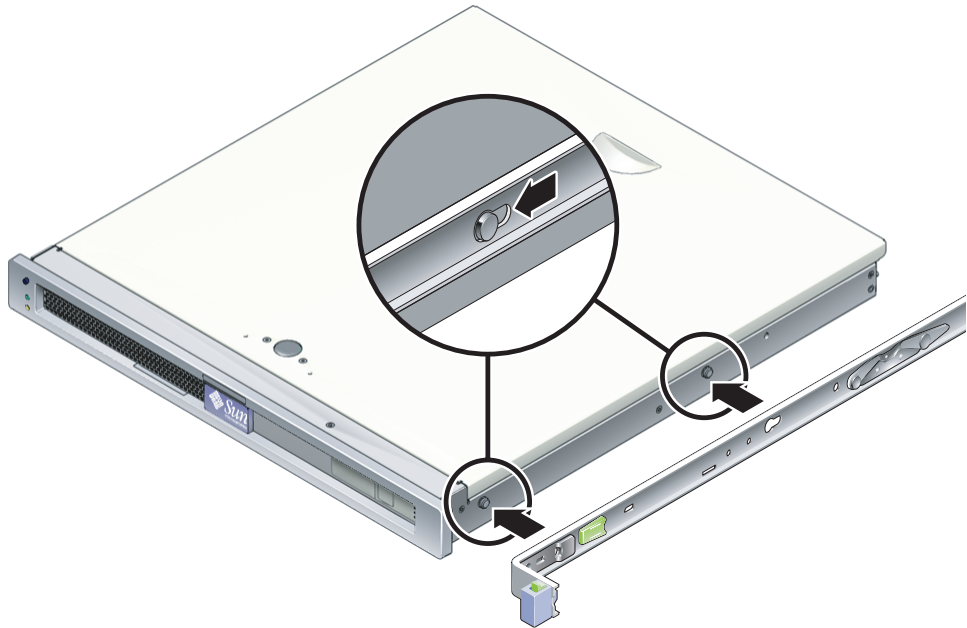

ABBILDUNG 2-3 Anbringen eines Montagebügels am Gehäuse
- a. Setzen Sie den Montagebügel so am Servergehäuse an (ABBILDUNG 2-3), dass sich die Schienensperre vorne befindet und die zwei Schlitzte im Montagebügel mit den zwei Ausrichtungsstiften an der Gehäusesseite übereinstimmen.
- c. Beide Ausrichtungsstifte müssen fest in den Schlitzten sitzen und der vordere Ausrichtungsstift muss die Bügelsperre ausgelöst haben (ABBILDUNG 2-3).